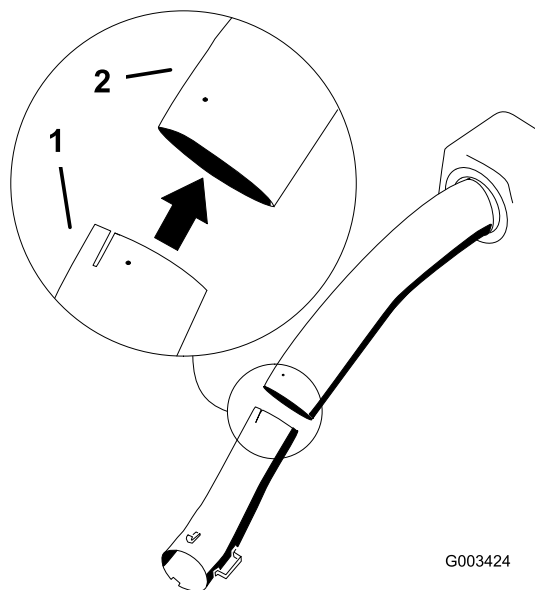

Figure 15
5. Insérez le tube inférieur dans le tube supérieur (Figure 15).